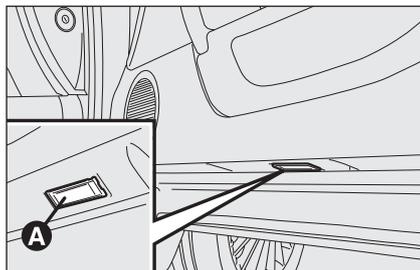
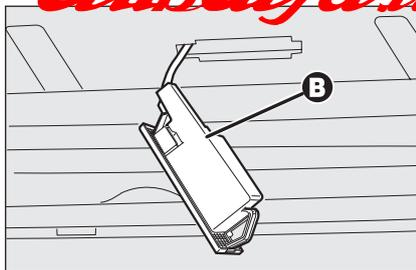

fig. 44
fig. 45
- aprire la porta ed estrarre il trasparente **A-fig. 44** facendo leva nel punto indicato dalla freccia;
- sollevare la protezione **B-fig. 45** e sostituire la lampada inserita a pressione;
- richiudere la protezione **B-fig. 45** sulla plafoniera **A-fig. 44**;